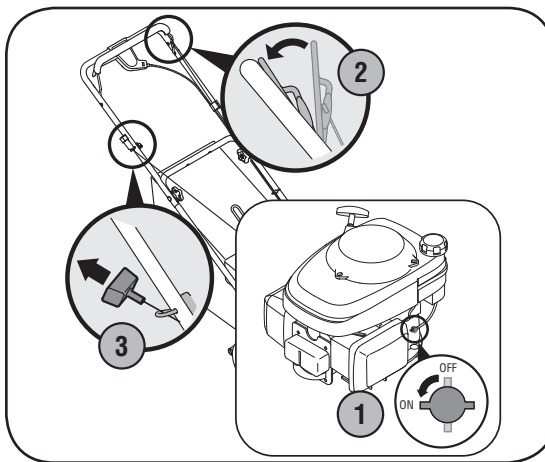

Figura 4-3
1. Coloque la palanca de la válvula de combustible en el lado izquierdo del motor en la posición de ON. Vea el inserto de la Figura 4-3.
2. Colóquese detrás de la podadora, apriete la manija de control de la cuchilla y sosténgala contra la manija superior. Vea la Figura 4-3.
3. Sostenga firmemente las dos manijas juntas, tome la manija del arrancador de retroceso y tire de la cuerda para sacarla con un movimiento del brazo rápido, continuo y total. Vea la figura 4-3. Mantenga firme la manija del arrancador, deje que la cuerda regrese lentamente al arrancador. Repita hasta que el motor esté en marcha. Deje que la cuerda se vuelva a enrollar lentamente.